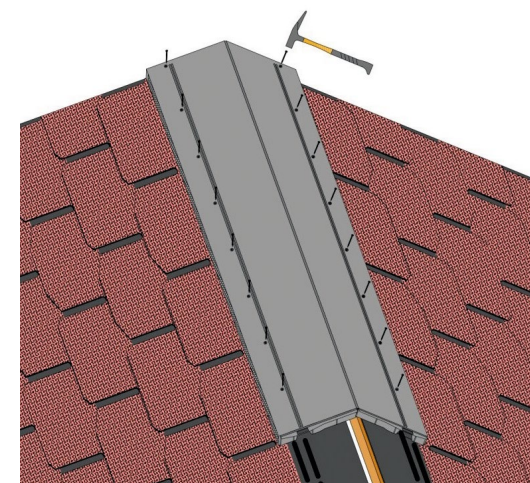

Рис.7 Установка аэратора
5.4 Установите аэратор на конёк крыши таким образом, чтобы он был заподлицо с краем фронтоного свеса (Рисунок 7). Максимальный угол применения конькового аэратора без подрезки составляет 50°.